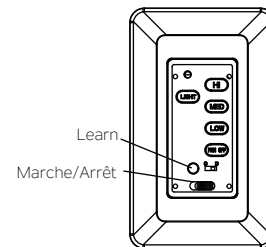

Fig. 20
Étape 1. Une fois l'installation terminée, appuyez sur le bouton LEARN pendant 3 secondes dans les 30 secondes après l'activation de l'alimentation CA. Le ventilateur se mettra en marche à une vitesse moyenne et la lumière (si installée) s'allumera. Vous avez la confirmation que le réglage SMART SYNC fonctionne correctement. (Fig. 20)
Remettez le ventilateur au plafond sous tension et faites des essais pour en garantir un bon fonctionnement (Fig. 20).